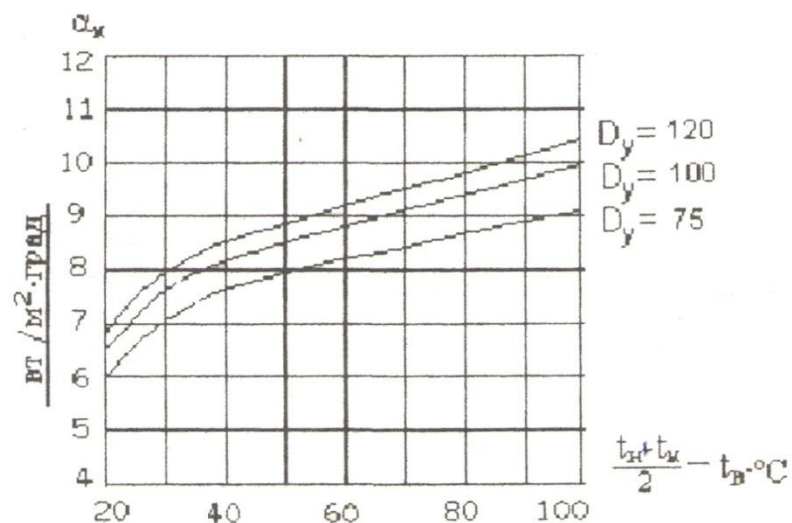

Рисунок 2. Коэффициент теплоотдачи конвекцией
– коэффициент теплопроводности, характеризующий количество теплоты, переданное через единицу поверхности в единицу времени при градиенте температур в один градус на 1 метр толщины стенки; – длина участка трубопровода, для которого рассчитываются потери тепла, м. Число подобия Нуссельта определяется по формулам: 3) для вертикальных трубопроводов: $\text{---}, \quad (5)$ где – число подобия Грасгофа, характеризующее отношение подъемных сил к силам вязкости; $\text{---}, \quad (6)$ – число подобия Прандтля, характеризующее соотношение инерционных свойств среды – гидромеханических и тепловых. Число подобия Прандтля выбирается из справочного материала «Физические свойства сухого воздуха при Р Па» (таблица 2) по температуре окружающего воздуха. 4) для горизонтальных трубопроводов: $\text{---} \quad (5)$ Учитывая, что для воздуха в диапазоне температур от 0 до 100 С число подобия Прандтля , приведенные формулы упрощаются и в окончательном варианте будут иметь вид: 3) для вертикальных трубопроводов: $\text{---} \quad (6)$ 4) для горизонтальных трубопроводов: $\text{---} \quad (7)$ Коэффициент теплоотдачи конвекцией для горизонтальных труб диаметром мм и для температуры воздуха в помещении °С так же можно определить графически (рис. 2).
α_x – коэффициент теплоотдачи конвекцией, рассчитанный по формулам или определенный по графику (рис. 2) в зависимости от разности между средней температурой поверхности трубы и температурой воздуха в помещении, Вт/(м²·град);